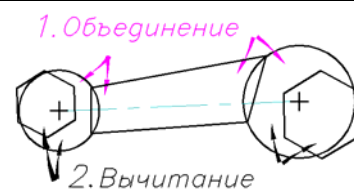
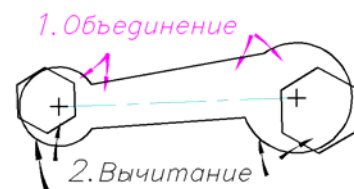

Рис. 4.28
Рис. 4.29
**Шаг 2.** В ответ на сообщение системы: Выберите объекты: указать мышью три области, отмеченные цветными стрелками на рис. 4.28 (для объединения) и нажать **Enter** на клавиатуре. Изображение примет вид, показанный на рис. 4.29.